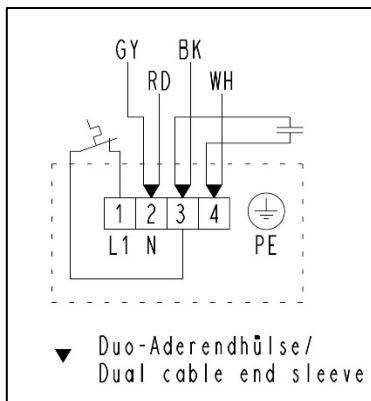

Abb. 6: Elektrische Verschaltung der .16-Ausführungen
4. Netzkabel an Pumpe anschließen (siehe Abb. 6).